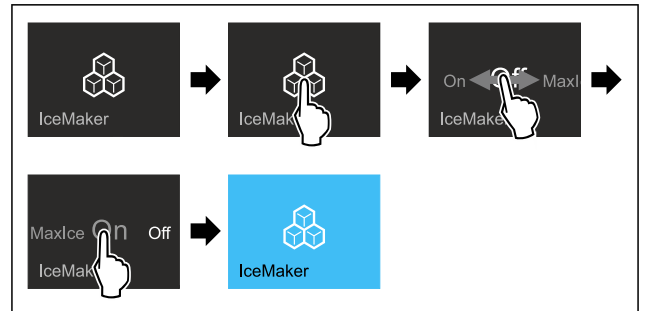

Fig. 26
- ▶ Proveďte akční kroky (viz Fig. 26).